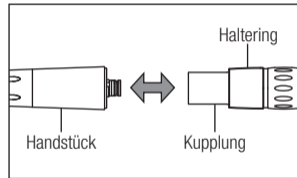

Abb. 2
- 1) Führen Sie Handstück und Kupplung zusammen. (Abb. 2)
Ziehen Sie am Haltering und entfernen Sie das Handstück aus der Kupplung. (Abb. 2)